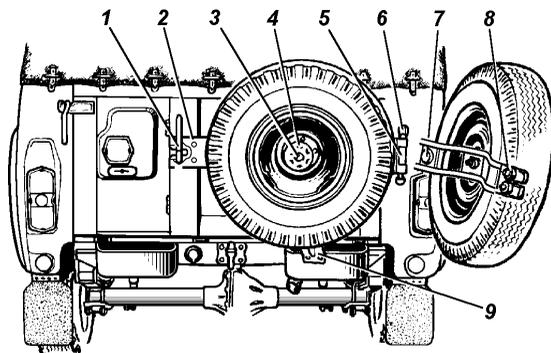

Рис. 6.10. Крепление запасного колеса:
**Запасное колесо** крепится к откидному кронштейну (рис. 6.10) болтом 3 с шайбой 4 и поддерживается опорой 9.